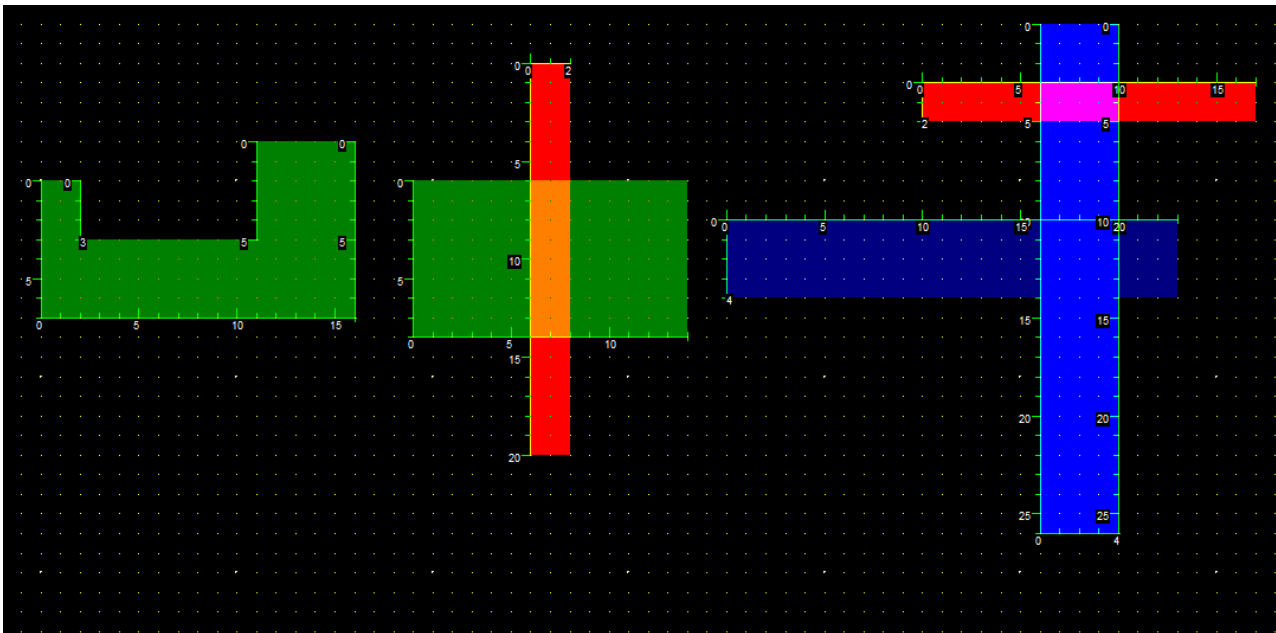
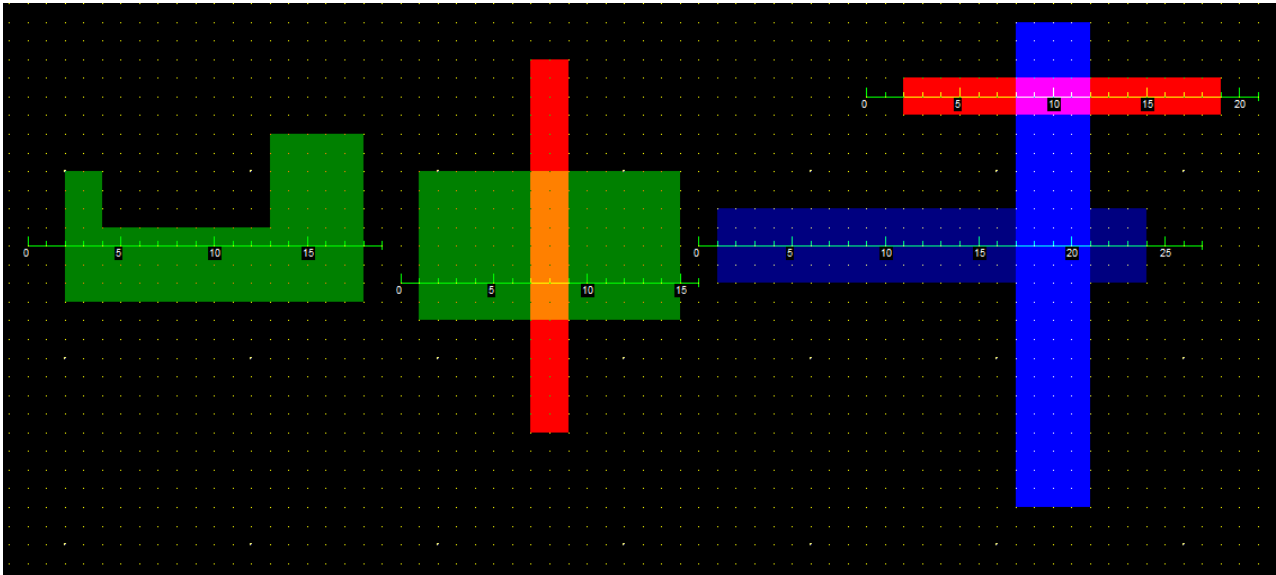

Figura 1.
Figura 2.
- Dibujar las capas de materiales semiconductores o metales según muestra la figura 1. Guardar el diseño en una carpeta de trabajo con nombre: **P1_A_bak.msk** y **P1_A.msk**. Verificar las reglas de diseño y visualizar mediante cortes transversales (figura 2)